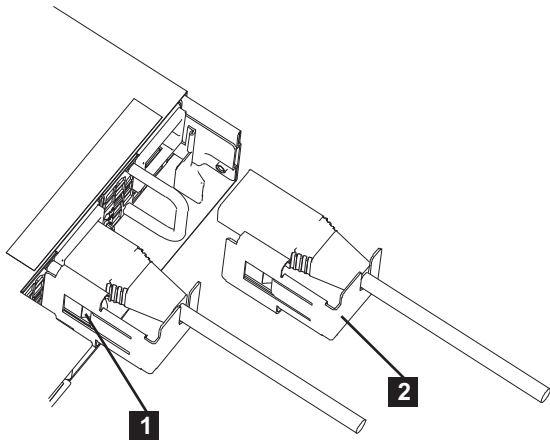

図 33. SAN ボリューム・コントローラー 2145-CF8 のケーブル保持ブラケット
ケーブル保持ブラケットは、図 33 に示すように、工具を使用せずに取り付けることができます。
- 図 33 の 2 に示すように、電源コードの左側にケーブル保持ブラケットがくるように、ブラケットとコードの位置を調整します。
- ブラケットとケーブルの両方を SAN ボリューム・コントローラー 2145-CF8 電源機構 (2) の方へと押し込みます。このとき、電源コードと電源機構の電源コネクタの位置合わせ、およびブラケットと電源機構ハンドルの位置合わせに十分に注意してください。
- ブラケットを電源機構ハンドルの方向に慎重に押し込み、ばねクリップ (1) をハンドルの先端にはめ込みます。
- 図 33 に示すように、ケーブルとブラケットを押し込んで所定の位置に収めます。